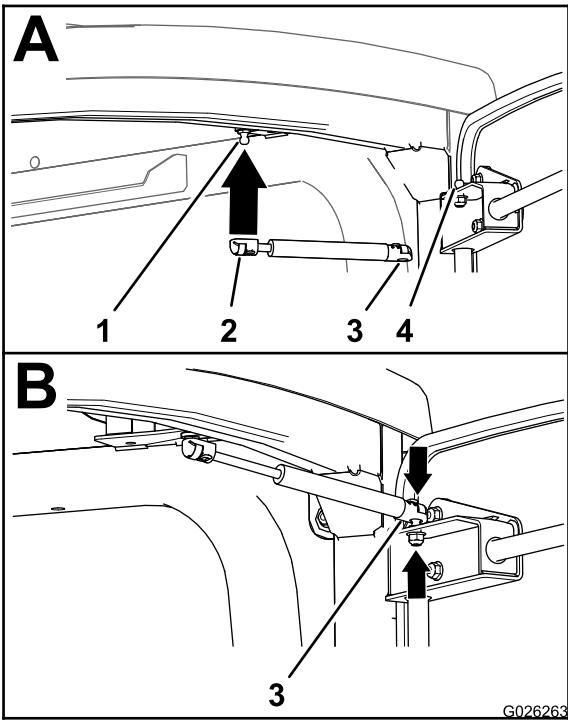

Bild 3
4. Befestigen Sie das Anschlussstück am Stangenende der Türstrebe auf dem Kugelbolzen am Kabinenrahmen (Bild 3).
- Befestigen Sie das Anschlussstück am Zylinderende der Strebe auf dem Kugelbolzen am Türrahmen (Bild 3).